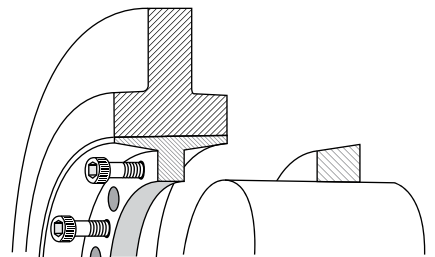

Figura 15.
4. Apriete progresivamente de la misma manera que en el paso 2 hasta liberar el otro anillo del Bufin (Figura 15).